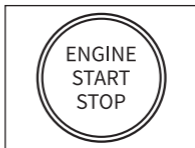

Abbildung 3.1.5
- Wenn Ihr Fahrzeug mit einem schlüssellosen Startsystem ausgestattet ist und der Zündschalter ein "Motor-Start-Stopp"-Knopf ist (siehe Abbildung 3.1.5), drücken Sie den Zündknopf, bis sich das Fahrzeug im "EIN"-Modus befindet. Treten Sie nicht auf die Bremse, während Sie den Zündknopf drücken, oder Sie starten das Auto, anstatt es in die Position "EIN" zu bringen.